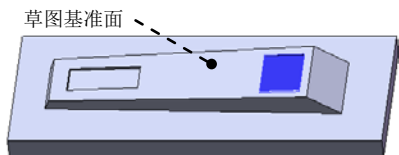

图 12.2.12 切除—拉伸 2
(4) 定义拔模参数。
① 定义拔模类型。在 **拔模类型(T)** 中选取  **中性面(N)** 单选项。
② 定义拔模角度。在“拔模”对话框中 **拔模角度(G)** 区域的  文本框后输入 10.0。
③ 定义拔模沿面延伸。在 **拔模面(F)** 区域的 **拔模沿面延伸(A)** 中选取 **无** 选项。
(5) 单击  按钮，完成拔模 2 的创建。
Step7. 创建图 12.2.12 所示的切除—拉伸 2。
(1) 选择命令。选择下拉菜单 **插入(I)** → **切除(C)** →  **拉伸(E)**... 命令。
(2) 定义特征的横断面草图。
- ① 定义草图基准面。选取图 12.2.12 所示表面作为草图基准面。